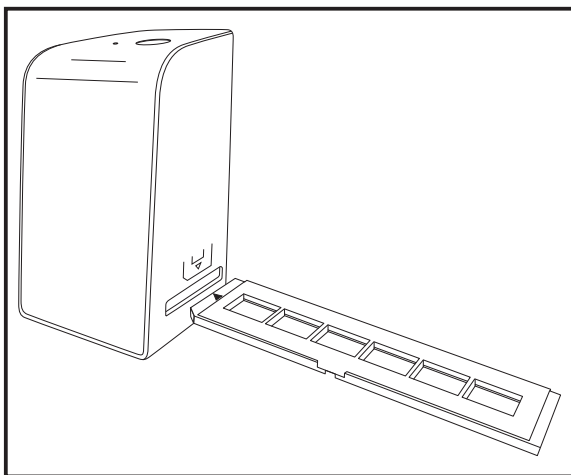

Figura 1
- ◆ Desbloquee el cierre de la parte delantera del soporte de negativos ❺ y abra el soporte.
- ◆ A continuación, inserte el soporte de negativos ❺ con la marca triangular hacia delante y visible en la ranura ❹ derecha (consulte la figura 1).
- ◆ Deslice el soporte de negativos ❺ en la ranura ❹ derecha hasta que encastre audiblemente en la primera posición. Para añadir negativos, siga deslizando el soporte de negativos ❺ hasta que encastre audiblemente en la siguiente posición.